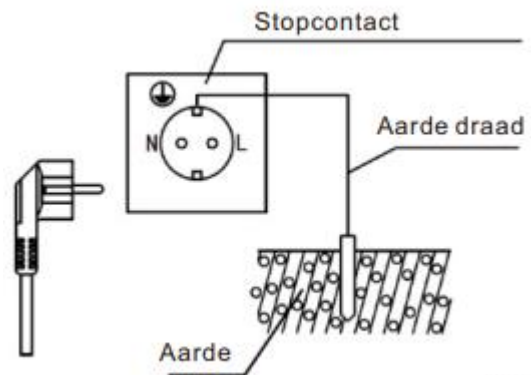

Figure 5
- 9) Nachdem Sie sich vergewissert haben, dass die Nennwerte der Stromzähler, Kabel, Schaltsteckdosen und Sicherungen im Stromnetz den Energieverbrauchsanforderungen dieses Produkts entsprechen, schließen Sie eine separate Steckdose an einer geeigneten Stelle an, um den Elektrokessel mit Strom zu versorgen (Abb. 5). Die Installationshöhe der Steckdose vom Boden sollte nicht weniger als 1,8 m betragen.